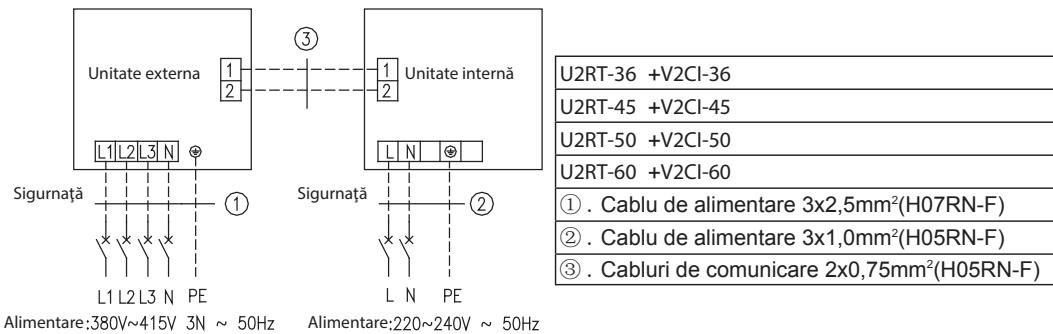

Fig.42
- ① . Cablul de alimentare și firul supapei de aer proaspăt au tensiune înaltă, în timp ce cablul de comunicare și firul de conexiune al aparatului de comandă au tensiune joasă. Ele ar trebui să fie plasate separat ca să nu facă interferență magnetică.
- ② . Liniile de înaltă și joasă tensiune ar trebui să treacă prin inele de cauciuc la capace diferite ale dozei
- ③ . Nu strângeți mănușchi firele de conexiune ale aparatului de comandă împreună cu cablul de comunicare, și nu le aranjați în paralel, cu excepția cazului în care ar apărea o funcționare inadecvată.
- ④ . Liniile de înaltă și joasă tensiune ar trebui să fie fixate separat și în siguranță cu brățări interne mari în primul caz și cu brățări mici pentru cele din urmă.
- ⑤ . Fixați cablul de conexiune interior/exterior și respectiv cablul de alimentare pe panoul de conexiune cu șuruburi. Conexiunile greșite pot cauza incendii.
- ⑥ . În cazul în care cablul de conexiune al unității de interior (la unitatea de exterior) și cablul de alimentare sunt cablate incorrect, instalația de aer condiționat poate fi avariată.
- ⑦ . Conectați aşa cum trebuie cablul de conexiune al unității de interior pe baza marcajelor corespunzătoare prezentate în Fig. 42
- ⑧ . Împământați atât unitatea de interior cât și unitatea de exterior atașând un cablu de împământare
- ⑨ . Unitatea trebuie să fie împământată conform codurilor locale și naționale.